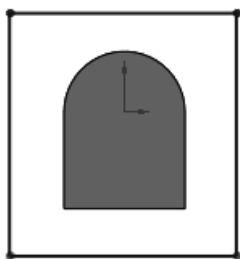

图 10-172 绘制矩形
④ 绘制另一个草图。单击图 10-171 所示的拉伸实体的一个面作为基准面，然后单击“草图”控制面板中的（边角矩形）按钮，绘制一个矩形，矩形要大于拉伸实体的投影面积，如图 10-172 所示。